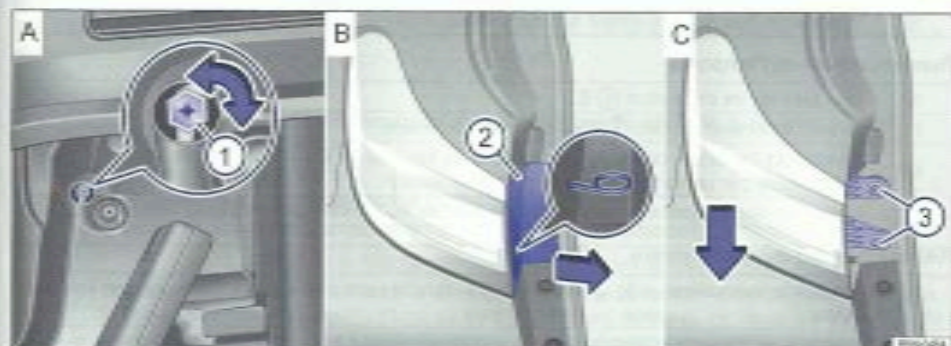
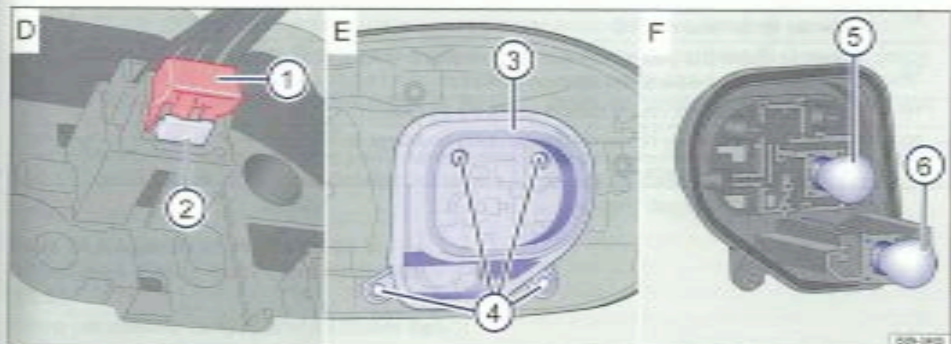

Fig. 231 Sur les côtés du coffre à bagages : déverrouillez le bloc des feux arrière, retirez le revêtement et dévissez les vis de fixation.
Fig. 232 Bloc de feux arrière déposé : déposez le porte-ampoules et remplacez l'ampoule de feu rouge arrière et de feu stop ⑤ ou l'ampoule de clignotant ⑥.
3. Placez l'étrier métallique compris dans l'outillage de bord (→ page 366) dans le petit alésage du revêtement → fig. 231 ② B. Retirez le revêtement dans le sens de la flèche à l'aide de l'étrier métallique.
5. Tournez jusqu'en butée le verrouillage ① A de 90° dans le sens inverse des aiguilles d'une montre à l'aide du tournevis à lame cruciforme compris dans l'outillage de bord.
6. Dévissez les vis de fixation ③ C.
8. Retirez l'étrier de sûreté rouge → fig. 232 ① D comme représenté sur la figure puis débranchez le connecteur électrique lorsque le levier ② D est poussé.
10. Dévissez les vis de fixation ④ E.
11. Retirez le porte-ampoules ⑤ E du bloc de feux arrière.
12. Remplacez l'ampoule de feu rouge arrière et de feu stop ⑤ F ou l'ampoule de clignotant ⑥ F défectueuse par une ampoule neuve de même version.
13. Mettez en place le porte-ampoules dans le bloc de feux arrière puis vissez-le → fig. 232 E.
14. Tournez le verrouillage → fig. 231 ① A de 90° dans le sens des aiguilles d'une montre, jusqu'en butée.
15. Enfoncez le connecteur électrique dans le porte-ampoules jusqu'à ce qu'il s'encastre de manière audible. Enfoncez l'étrier de sûreté rouge → fig. 232 ① D.
17. Maintenez d'une main le bloc des feux arrière en position de montage puis serrez de l'autre main les vis de fixation ③ C.
18. Remettez d'abord la partie inférieure du revêtement → fig. 231 ② B du bloc de feux arrière puis la partie supérieure dans leur position d'origine.